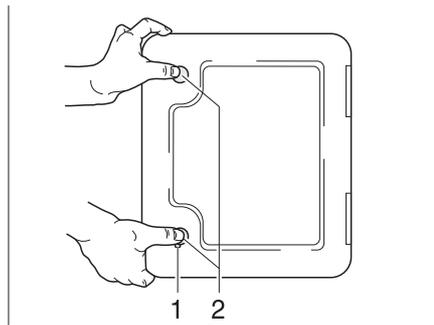

Fig. 145 Trampilla para el inodoro cassette
- Abrir la trampilla para el cassette en el exterior del vehículo. Para esto, introducir la llave en el cilindro de cierre del cierre a presión (Fig. 145,1) y girarla un cuarto de vuelta.
- Presionar ambos cierres a presión (Fig. 145,2) al mismo tiempo con el pulgar y abrir la trampilla para el cassette.